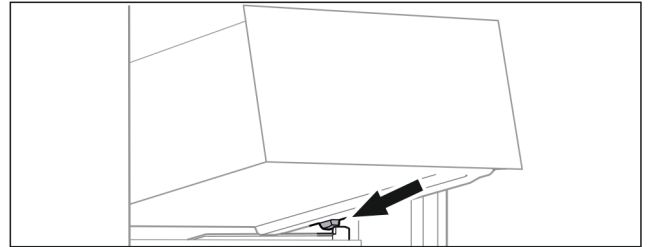

Fig. 55
- ▶ Coloque el cajón inclinado detrás de los toques sobre la nervadura para recipientes. (consulte Fig. 55)